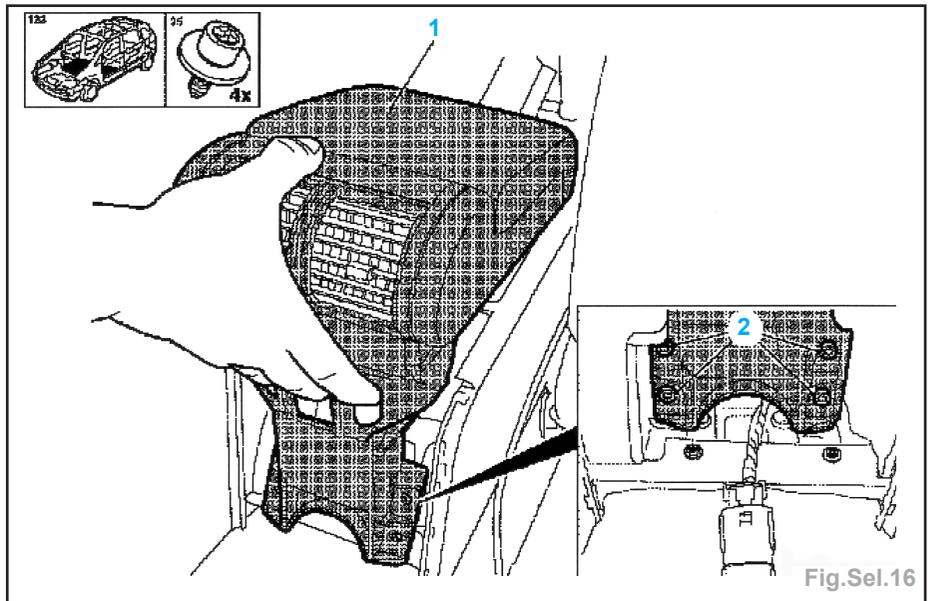

Fig.Sel.16
- Déposer l'accoudoir central (1) en dévissant les 4 vis (2) (Fig.Sel.16).